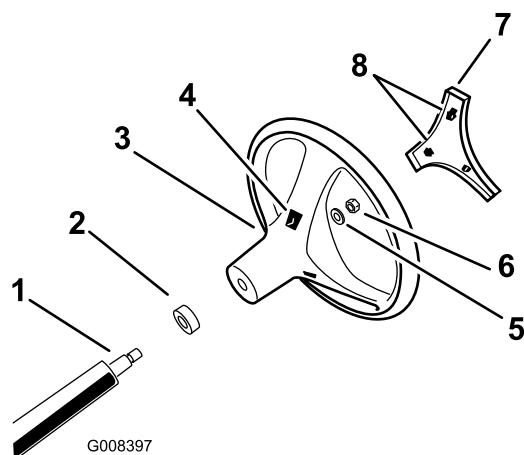

Рисунок 3
- Закрепите рулевое колесо на валу с помощью контргайки (Рисунок 3). Затяните контргайку с моментом от 24 до 29 Н•м.
- Совместите выступы крышки с пазами в рулевом колесе и защелкните крышку на ступице рулевого колеса (Рисунок 3).